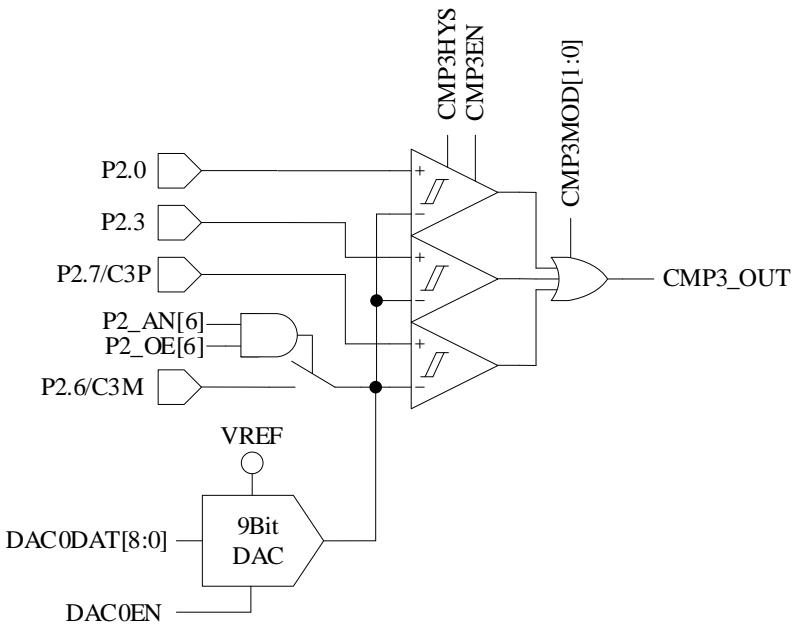

图 29-4 三比较器输入模式
- 配置 $CMP_CR1[CMP3MOD] = 1X$ ，CMP3 为三比较器输入模式，具体输入输出端口及接法如图 29-4 所示